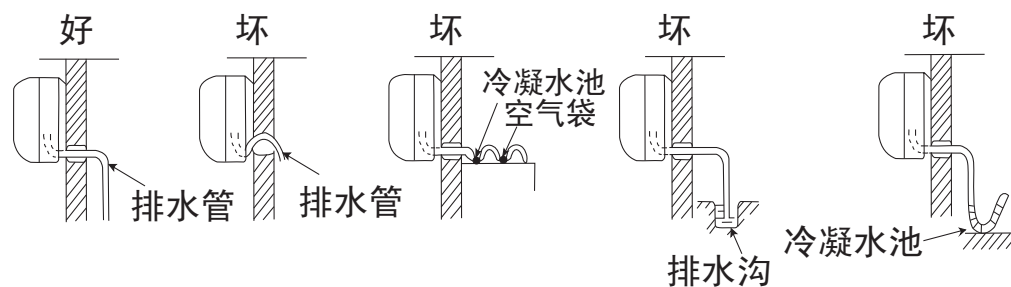

图27
- 1 用附件 ⑬ 排水管与室内机组的出水管连接起来。
- 2 如要使冷凝水流得舒畅，排水管应倾斜少许，如图27所示。